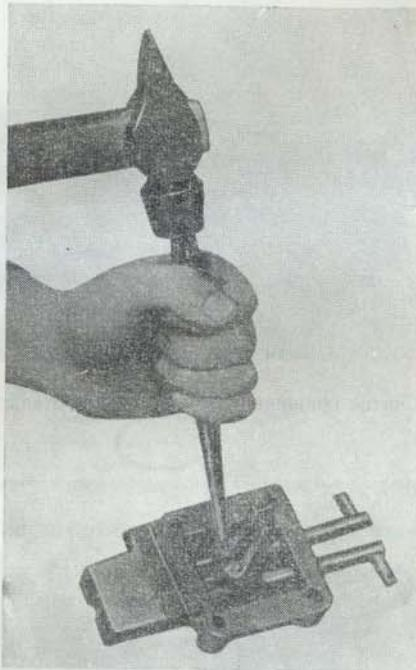

Рис. 118. Разборка механизма переключения
15. Вынуть заглушки (5 штук) из корпуса крышки механизма переключения. Выбить штифты из рычагов (выбивать в сторону снятых заглушек) (рис. 118).